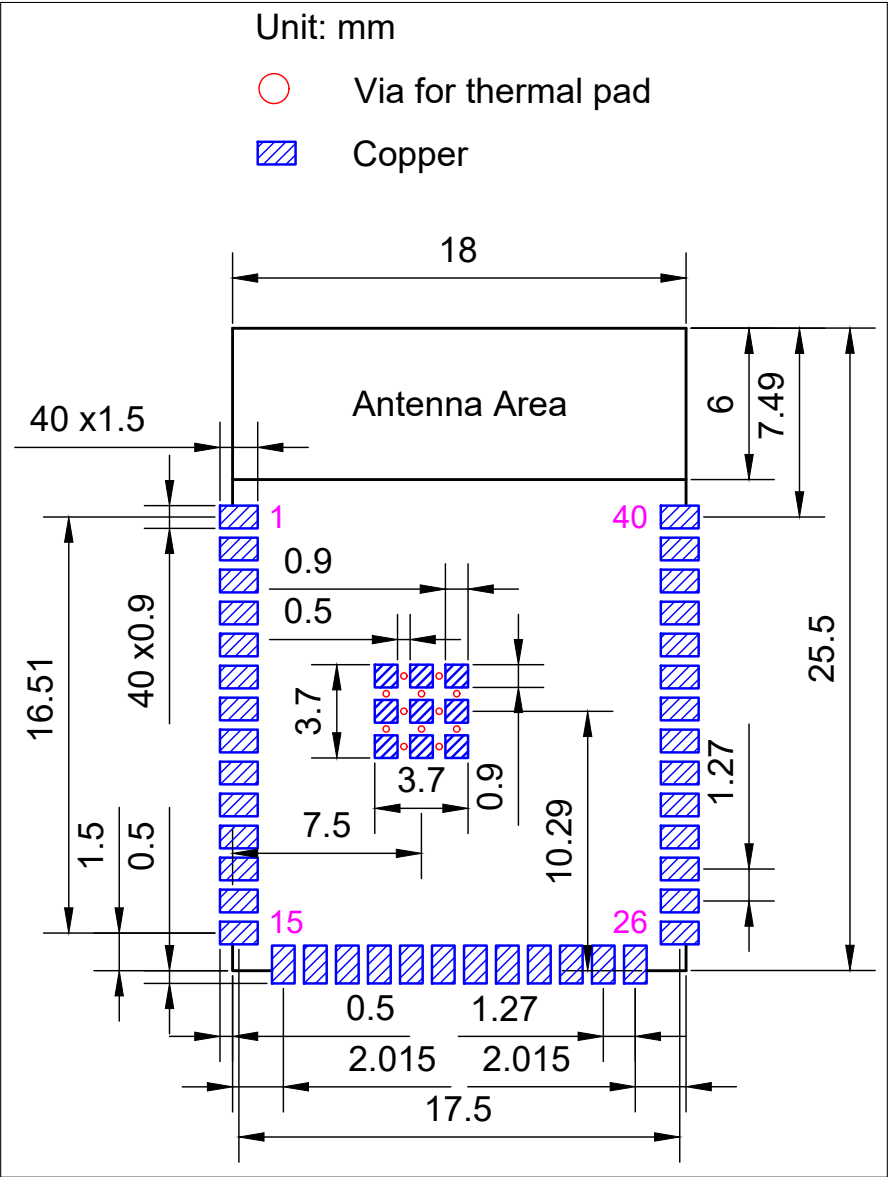
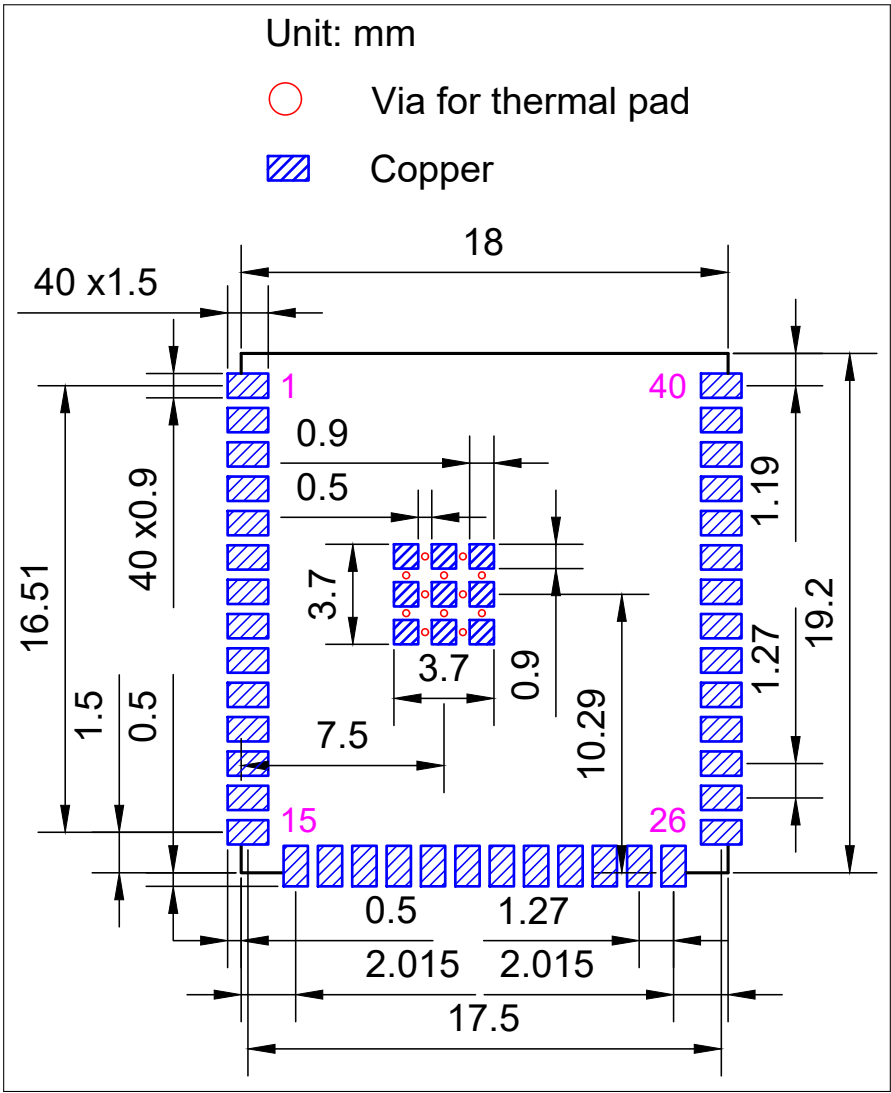

图 11-1. ESP32-S3-WROOM-1 推荐 PCB 封装图
图 11-2. ESP32-S3-WROOM-1U 推荐 PCB 封装图
- 推荐 PCB 封装图，标有 PCB 设计所需的全部尺寸。详见图 11-1 ESP32-S3-WROOM-1 推荐 PCB 封装图 和图 11-2 ESP32-S3-WROOM-1U 推荐 PCB 封装图。
- 推荐 PCB 封装图的源文件，用于测量图 11-1 和 11-2 中未标注的尺寸。您可用 Autodesk Viewer 查看 ESP32-S3-WROOM-1 和 ESP32-S3-WROOM-1U 的封装图源文件。